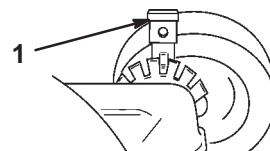

Figure 16
1. Tirez le levier de réglage de hauteur vers la roue et sélectionnez la position souhaitée (Fig. 16).